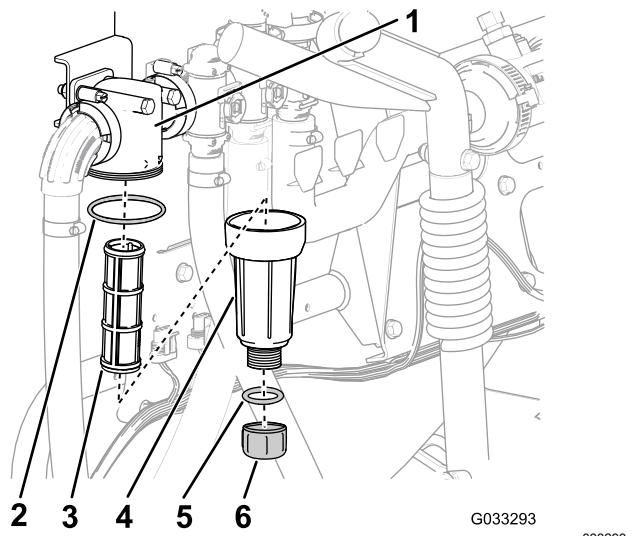

Figura 58
3. Gire el tapón de vaciado en sentido antihorario y retírelo de la cubeta del filtro de presión (Figura 58).
4. Enrosque la cubeta en sentido antihorario y retírela de la cabeza del filtro (Figura 58).
5. Retire el elemento usado del filtro de presión (Figura 58).
6. Inspeccione la junta tórica del tapón de vaciado (situada dentro de la cubeta) y la junta tórica de la cubeta (situada dentro de la cabeza del filtro) en busca de daños o desgaste (Figura 58).
7. Instale el elemento nuevo del filtro de presión en la cabeza del filtro (Figura 58).
8. Instale la cubeta en la cabeza del filtro, y apriétela a mano (Figura 58).
9. Instale el tapón en la cubeta, y apriételo a mano (Figura 58).